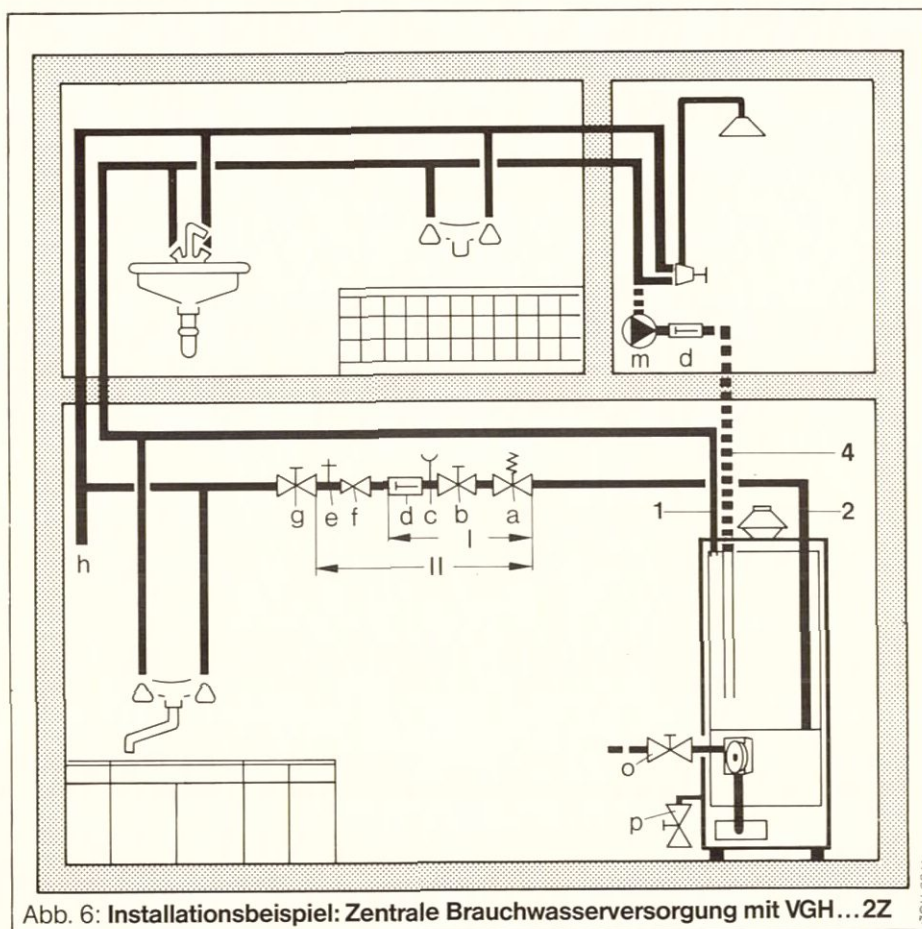

Abb. 6: Installationsbeispiel: Zentrale Brauchwasserversorgung mit VGH...2Z
Wie in Abb. 6 gezeigt, werden die Zapfstellen vom Warmwasseranschluß (1) aus mit einem isolierten Kupferrohr ringförmig so verbunden, daß die letzte Zapfstelle wieder in der Nähe des Heißwasserspeichers liegt. Hinter dieser Zapfstelle ist eine kleine Zirkulationspumpe (m) anzuschließen. Bei stark kalkhaltigem Wasser empfiehlt sich eine thermostatisch gesteuerte Pumpe, die bei Wassertemperaturen über 60°C abschaltet.